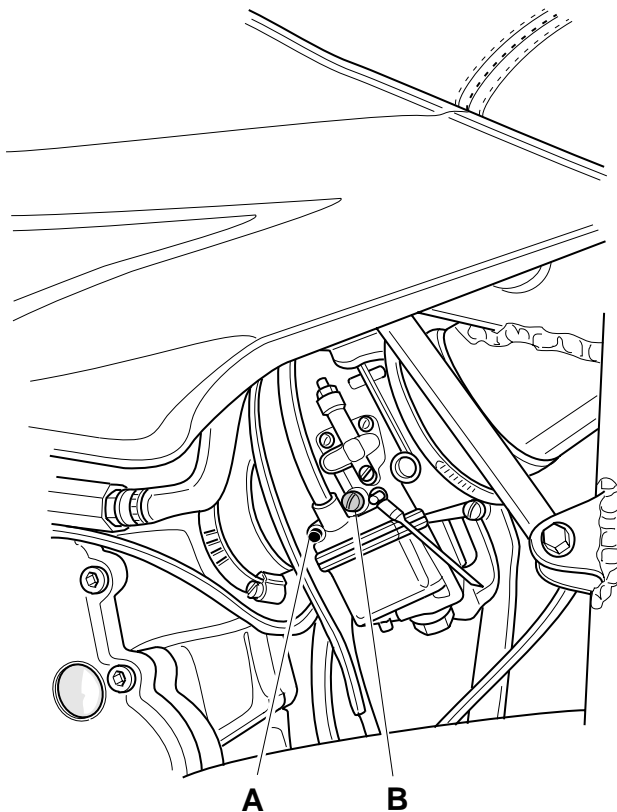

Fig. 17
Il carburatore ha una vite di arresto della farfalla (Rif.A - Fig.17) e una vite di miscela (Rif.B - Fig.17) che va regolata sui valori corretti. Per una regolazione corretta il motore deve essere caldo. La regolazione ha luogo nel modo seguente:
1. Senza accelerare si svita la vite di arresto della farfalla (Rif.A - Fig.17) finchè il motore non gira al minimo. Successivamente si regola la vite di miscela (Rif.B - Fig.17) in modo da raggiungere il massimo regime di minimo.
2. In caso il regime sia troppo alto (il motore si imballa) si regola la vite di arresto della farfalla (Rif.A - Fig.17) fino a raggiungere il regime di minimo desiderato e successivamente la vite di miscela (Rif.B - Fig.17) in modo da raggiungere il massimo regime di minimo.
The carburettor has a throttle stop screw (Ref.A - Fig.17) and a mixture adjustment screw (Ref.B - Fig.17) which should be adjusted to the correct settings. To ensure correct setting, the engine should be warm and adjustment should be carried out as follows:
1. With the twist-grip released, screw the throttle stop screw (Ref.A - Fig.17) in until the engine runs at idling speed. Then adjust the mixture adjustment screw (Ref.B - Fig.17) so that the idling speed is a maximum.
2. If the engine speed is too high (the engine overspeed), adjust the throttle stop screw (Ref.A - Fig.17) by screwing it out to the required idling speed, and then reset the mixture adjustment screw (Ref.B - Fig.17) for maximum idling speed.
Der Vergaser hat eine Scheber-Anschlagschraube (Bez.A - Abb.17) und eine Gemisch-Einstellschraube (Bez.B - Abb.17), die beide korrekt eingestellt sein müssen. Die Einstellung bei betriebswarmem Motor folgenderweise vornehmen:
1. Ohne Gasgeben die Schieber-Anschlagschraube (Bez.A - Abb.17) eindrehen, bis der Motor im Leerlauf rundläuft. Danach die Gemisch-Einstellschraube (Bez.B - Abb.17) verdrehen, bis die höchste Leerlaufdrehzahl erreicht ist.
2. Sollt diese Leerlaufdrehzahl nun zu hoch sein, die Schieber-Anschlagschraube (Bez.A - Abb.17) entsprechend herausdrehen und dann mit der Gemisch-Einstellschraube (Bez.B - Abb.17) erneut die bei dieser Einstellung erreichbare höchste Leerlaufdrehzahl einstellen.
Le carburateur a une vis butée du papillon (Rèf.A - Fig.17) et une vis de richesse (Rèf.B - Fig.17), qui doivent être réglées aux valeurs correctes. Suivre les directives ci-dessous, avec le moteur chaud:
1. Sans gaz, visser la vis butée (Rèf.A - Fig.17) jusqu'à ce que le moteur tourne au ralenti. Réglez ensuite la vis de richesse (Rèf.B - Fig.17) pour obtenir la vitesse la plus élevée.
2. Si la vitesse est trop élevée (emballement du moteur), réglez la vis butée (Rèf.A - Fig.17) pour obtenir la vitesse de ralenti désirée, puis la vis de richesse (Rèf.B - Fig.17) jusqu'à la vitesse la plus élevée.
3. Con questa regolazione il motore riceve la giusta miscela di carburante per un ottimo regime di minimo. Tuttavia la reazione del motore all'avviamento può essere ulteriormente migliorata girando la vite di miscela (Rif.B - Fig.17) di $\frac{1}{4}$ di giri. Il minimo scende leggermente ma si raggiunge una regolazione ottimale per il carburatore. Di norma la vite di miscela (Rif.B - Fig.17) deve essere allentata di 2 giri dalla posizione tutta chiusa.
3. At this setting, the engine will be supplied with the correct fuel/air mixture for good idling. However, to make the engine even easier to start, the mixture adjustment screw (Ref.B - Fig.17) can be screwed out a quarter of a turn. The idling speed will then drop slightly, but this is the optimum setting of the carburettor. As a guideline, the mixture adjustment screw (Ref.B - Fig.17) should be screwed out 2 turns of the closed-position.
3. Nun ist das richtige Kraftstoff-Luft-Gemisch für einwandfreien Leerlauf eingestellt. Falls erforderlich, kann die Startwilligkeit des Motors noch etwas verbessert werden, indem die Gemisch-Einstellschraube (Bez.B - Abb.17) um 1/4 Umdrehung herausgedreht wird. Dadurch kann die Leerlaufrehzahl wieder etwas abfallen, aber dies ist jedenfalls die optimale Vergasereinstellung. Als Richtwert für die Gemisch-Einstellschraube (Bez.B - Abb.17) gilt, daß sie ausgehend von der Schließstellung ca. 2 Umdrehung herausgedreht sein muß.
3. Avec ce réglage, le moteur reçoit le mélange qu'il faut pour un bon ralenti. On peut toutefois améliorer le départ en dévissant la vis de richesse (Rèf.B - Fig.17) de 1/4 tour. Le ralenti baisse alors quelque peu, mais c'est là réglage optimal du carburateur. A titre indicatif, on peut dire que la vis de richesse (Rèf.B - Fig.17) doit être dévissée de 2 tour environ de la position de fermeture.